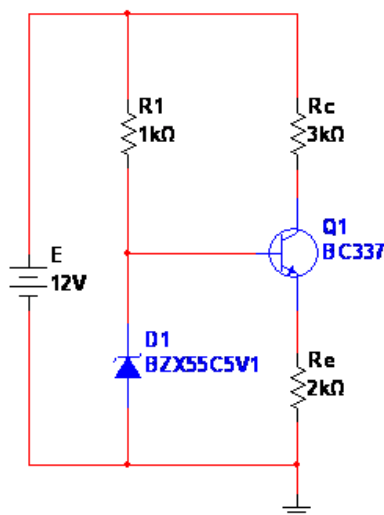

Figure 3 : Source de courant à base de transistor bipolaire
1. Réaliser le montage de la figure 3